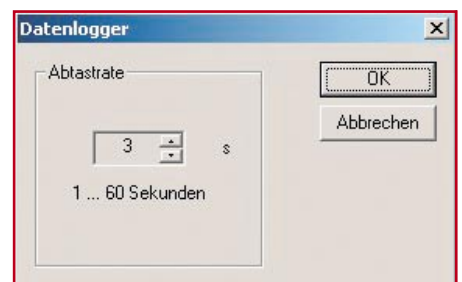

Bild 16: Einstellung der Abtastrate für den Datenlogger
Auch hier ist die Bedienung einfach und intuitiv: Die Aufzeichnung der Messwerte wird mit dem „Record“-Button (2) gestartet. Der zeitliche Abstand zwischen den aufgezeichneten Werten (Abtastrate) ist zunächst defaultmäßig auf 1 Sekunde festgelegt. In dem mit dem Button zur Einstellung der Abtastrate (5) zu öffnenden Fenster „Datenlogger“ (Abbildung 16) kann die Abtastrate mit Hilfe der „up“- und „down“-Buttons im Bereich zwischen 1 und 60 Sekunden eingestellt werden. Die Daten erscheinen dann zeilenweise im Aufzeichnungsfenster (6). Neben der aktuellen Uhrzeit sind hier die Sollwerte (Spannung und Strom), die Istwerte (Spannung und Strom) sowie die aus den Istwerten berechneten Leistungs- und Widerstandsangaben zu sehen. Mit dem „Stop“-Button (3) lässt sich die Aufzeichnung anhalten. Ein erneutes Starten mittels „Record“ setzt die Aufzeichnung fort, ohne die alten Messwerte zu löschen. Soll eine neue Messreihe gestartet werden, so ist zunächst der Inhalt des Aufzeichnungsfensters über das Papierkorb-Symbol (4) zu löschen.